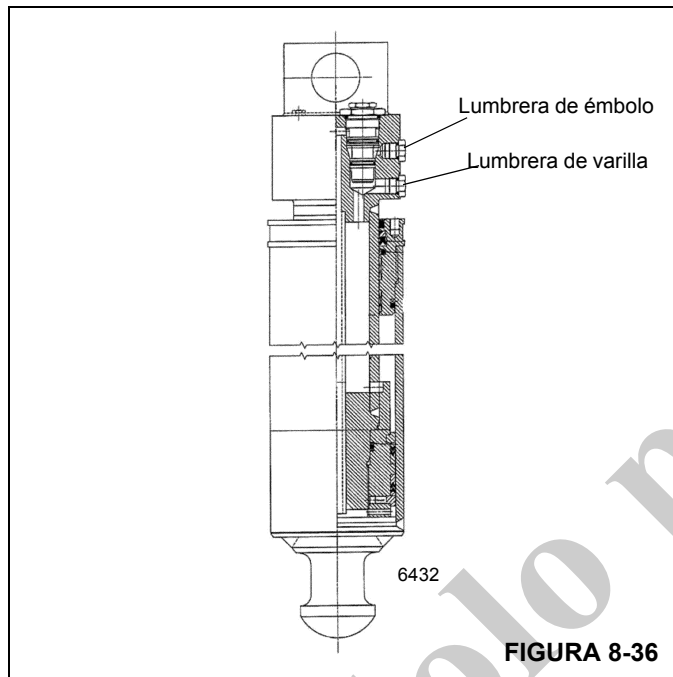

FIGURA 8-36
2. Quite la manguera del cilindro del lado de la varilla del cilindro de gato que se sospecha que tiene fugas (vea la Figura 8-36). El aceite fluirá hasta que se vacíe la cavidad del bloque de lumbreras del cilindro. Una vez que se vacíe la cavidad del bloque de lumbreras, el aceite deberá dejar de fluir por la lumbrera del lado de la varilla.